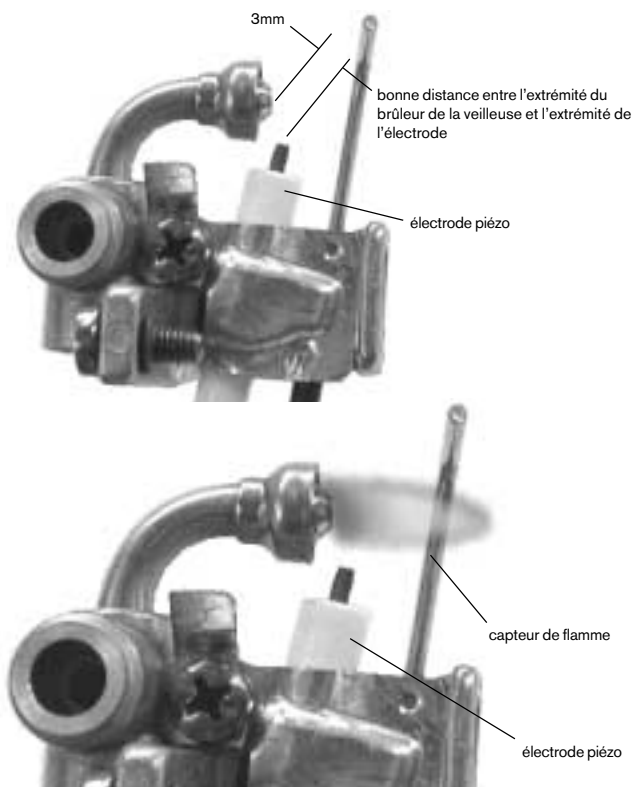

Fig. 10 - Flamme de veilleuse typique (assemblage illustré sans le capuchon de la veilleuse)
Flamme de veilleuse : La veilleuse devrait brûler avec une flamme bleue bien nette et ressembler à l'illustration de la figure 10. Si la flamme est jaune et faible, il se peut que l'orifice du brûleur de la veilleuse doive être nettoyé ou remplacé. La longueur de la flamme de veilleuse devrait être d'environ 5 cm (2 po) et dépasser le capteur de flamme. Si elle est trop courte, elle ne rejoindra pas le capteur de flamme, et les brûleurs ne s'allumeront pas.
2. Il faut vérifier si le capteur de flamme est bien placé. S'il est sale, époussetez-le délicatement. Voir la fig. 10.